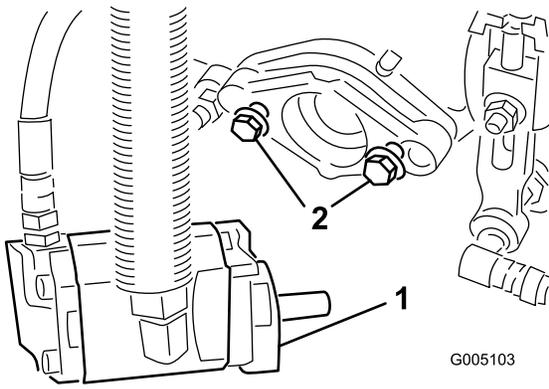

图10
6. 确保每个滚刀驱动马达安装螺栓都有大约 13mm 的螺纹露在外面 **图10**。
9. 然后旋紧安装螺栓图10。